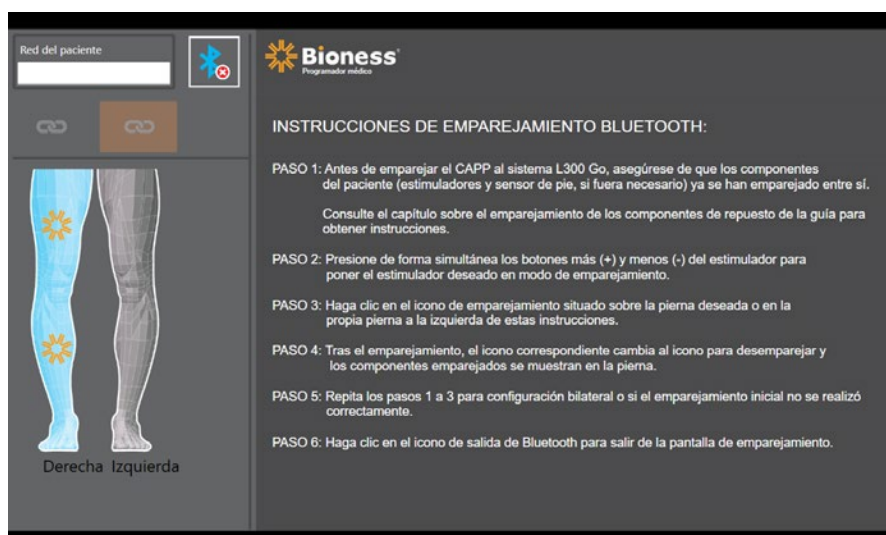

Ilustración 9-1: Pantalla de emparejamiento
4. Haga clic en el icono de emparejamiento situado encima de la pierna que desee. Consulte la ilustración 9-1.